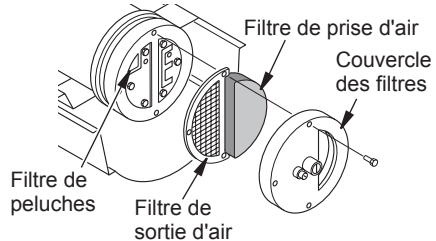

Figure 15 - Filtrés de sortie d'air, de prise d'air et de peluches, modèle 40/55/70 uniquement
2. Retirez les vis du couvercle des filtres à l'aide d'un tourne-écrou de 5/16 po (voir figure 15 ou 16, page 11).